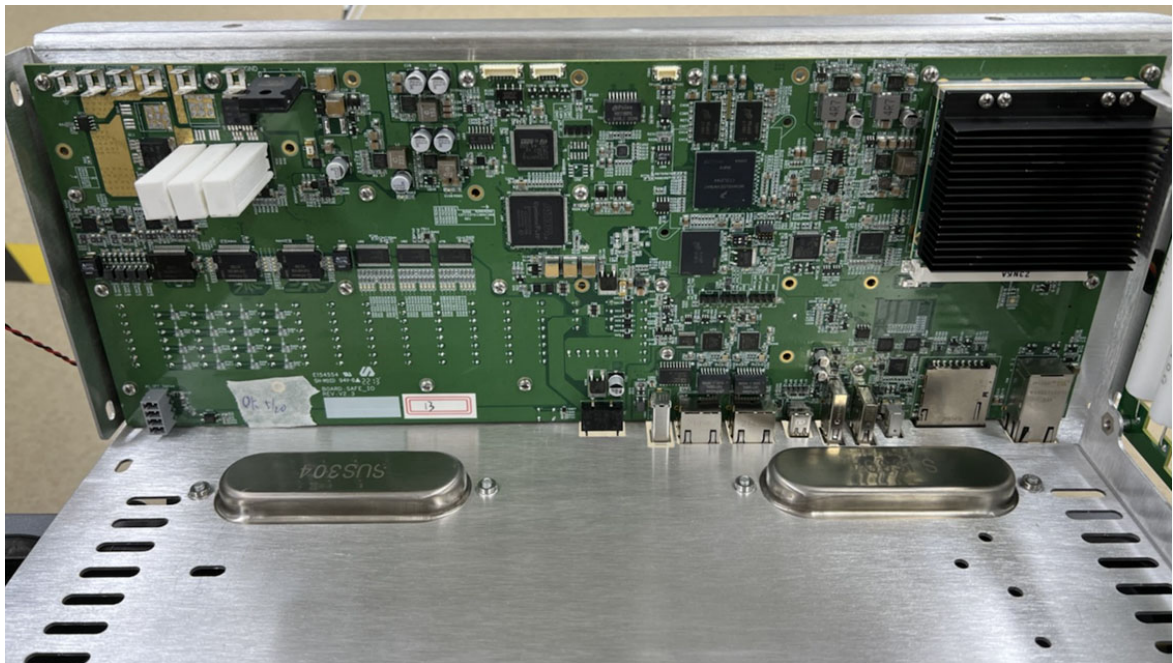

图 3-30 螺钉位置
- 拆卸固定 Safe IO 的 22 个 M3 十字槽盘头螺钉，取下 Safe IO，装上新 Safe IO 并将螺钉固定好，如图 3-30 所示；